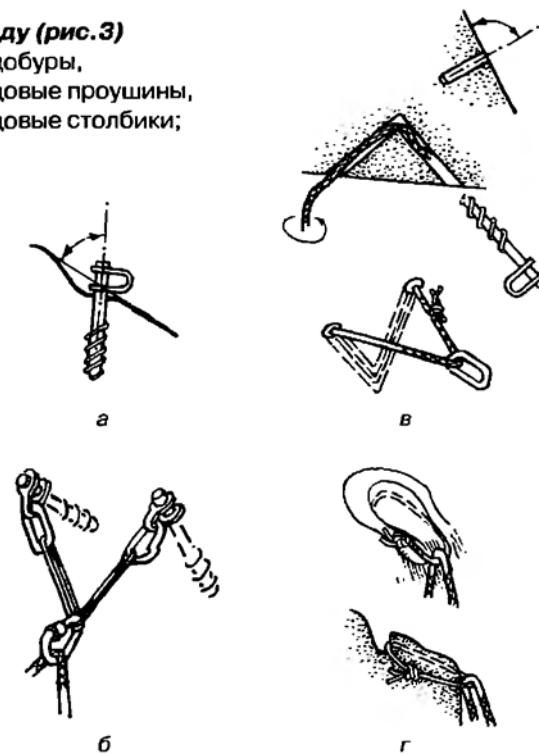

**Рис. 2.** Организация точек страховки и закрепления веревки на снегу:
**на снежном склоне (рис. 2)**